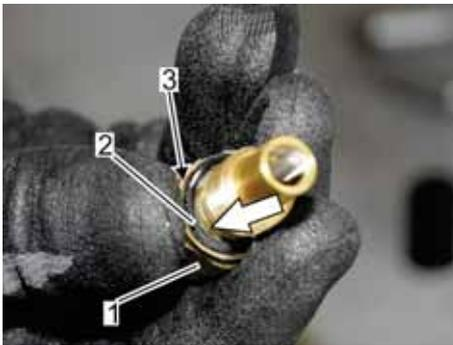

Abb. 81: O-Ring einsetzen
8. ➤ Den O-Ring (Abb. 81/2) auf das Zuströmventil (Abb. 81/1) aufsetzen und in die Nut (Abb. 81/3) des Zuströmventils ordnungsgemäß einsetzen.